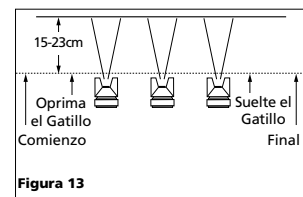

Figura 13
2. "Oprima el gatillo" adecuadamente. Comience a mover la pistola ANTES DE OPRIMIR EL GATILLO y deje de oprimirlo ANTES DE PARAR DE MOVERLA. Este procedimiento le permitirá que el acabado sea parejo sin dejar rastros de donde se unen las diferentes manos de pintura (Vea la Figura 13).